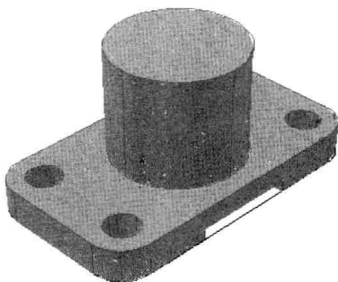

图 9-6-5
(9) 输入圆柱体底面的半径“70”, 按 Enter 键, 输入圆柱体高度“120”, 按 Enter 键, 创建圆柱体, 如图 9-6-5 所示。